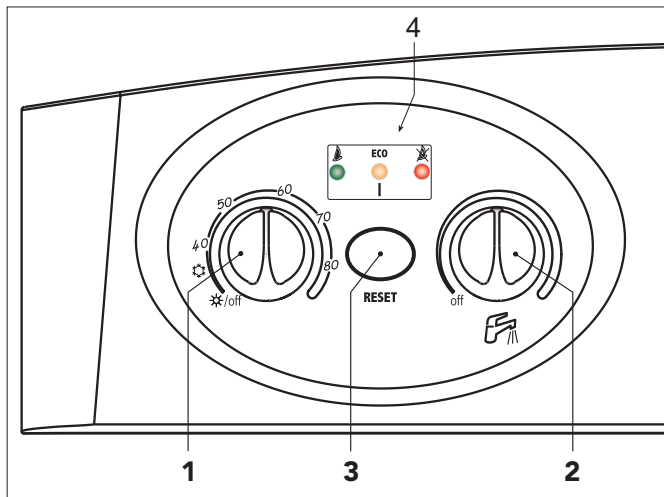

fig. 1
Durante o funcionamento normal, o controlo de diagnóstico da caldeira envia informações relativas ao estado da mesma através dos leds (4 - fig.1):
Rode ambos os botões para o mínimo (ref. 1 e 2 fig. 1).
Para programar a temperatura do caudal do circuito, rode o respectivo botão (ref. 1 - fig. 1).
Para regular a temperatura da água quente sanitária, rode o respectivo botão (ref. 2 - fig. 1).
Caldeira bloqueada	Verifique se a válvula de gás à frente da caldeira e no contador estão abertas. Prima a tecla Multifunções (durante 1 segundo) (fig. 1). Em caso de bloqueios frequentes da caldeira, contacte o centro de assistência mais próximo.